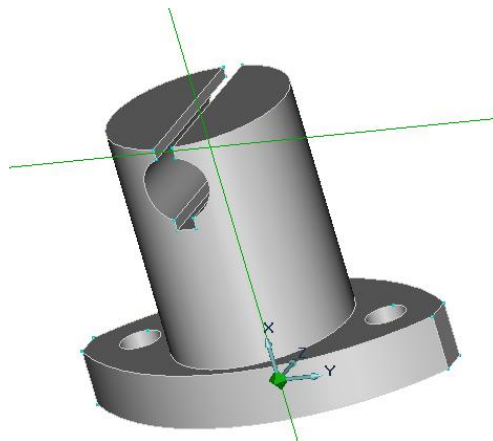

Рисунок 2.16 – Результат виконання операції «Отнимание тел»
3. Вкажіть тіла (1 і 2) і натисніть середню кнопку миші. Тіла віднімуть (рис. 2.16).